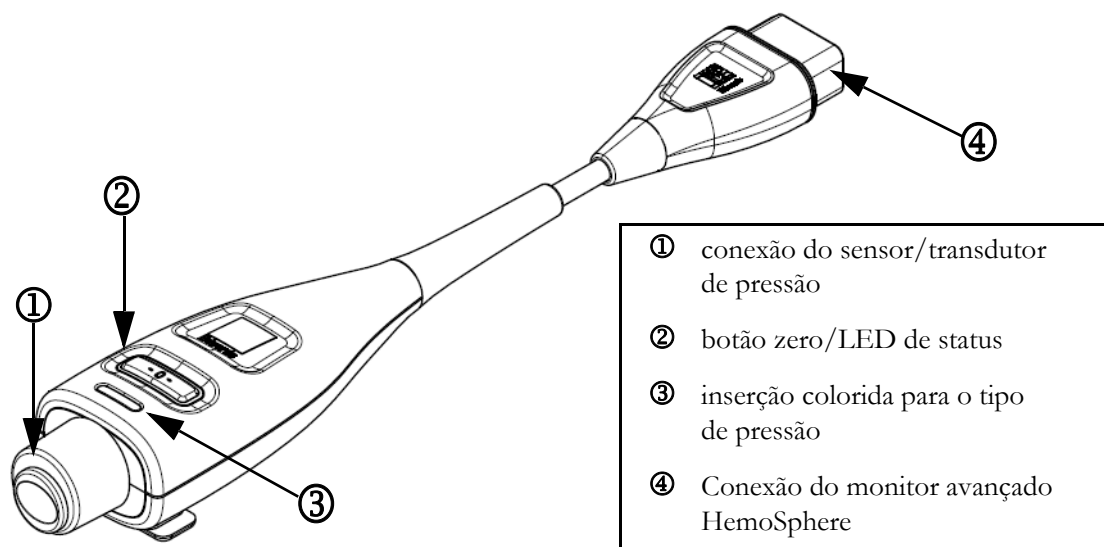

Figura 10-1 Cabo de pressão HemoSphere
O cabo de pressão HemoSphere é um dispositivo reutilizável que se conecta com o monitor HemoSphere em uma extremidade ④ e com qualquer sensor ou transdutor de pressão descartável (TPD) simples Edwards aprovado na outra extremidade ①. Consulte figura 10-1 na página 160. O cabo de pressão HemoSphere adquire e processa um sinal de pressão único de um TPD compatível, como o TPD TruWave, ou de um sensor FloTrac. Um sensor FloTrac ou Acumen IQ se conecta a um cateter arterial existente para fornecer parâmetros hemodinâmicos minimamente invasivos. Um transdutor TruWave pode se conectar a qualquer cateter de monitoramento de pressão compatível para fornecer pressão intravascular baseada em localização. Consulte as instruções de uso fornecidas com cada cateter para obter instruções específicas sobre o posicionamento do cateter e sua utilização e para se informar sobre as advertências, avisos e notas pertinentes. O cabo de pressão HemoSphere pode ser monitorado por dois modos de monitoramento de tecnologia com base no sensor/transdutor emparelhado: Modo de monitoramento do sensor **FloTrac** ou **Acumen IQ** ou modo de monitoramento do cateter **Swan-Ganz**. O modo de monitoramento é exibido na parte superior da barra de navegação (consulte a figura 5-2 na página 75). Os pontos de conexão e aparência do cabo de pressão HemoSphere são exibidos na figura 10-1.
Inserção colorida para o tipo de pressão. Se desejar, a inserção colorida apropriada pode ser usada para o cabo de pressão para indicar o tipo de pressão monitorada. Consulte ③ a figura 10-1 seguir. As cores são as seguintes:
- Vermelho para pressão arterial (PA)
- Verde para débito cardíaco (DC)
- 7 Faça um movimento reto para frente ou para trás para conectar o conector verde do sensor FloTrac preparado. O LED do cabo de pressão ao redor do botão zero (consulte ② em figura 10-1) piscará na cor verde indicando que o sensor de pressão foi detectado. Uma luz amarela indica uma condição de falha. Se isso ocorrer, consulte a barra de status para saber os detalhes específicos da condição de falha.
Pressione o botão físico zero  diretamente no cabo de pressão e segure por três segundos (veja a figura 10-1).